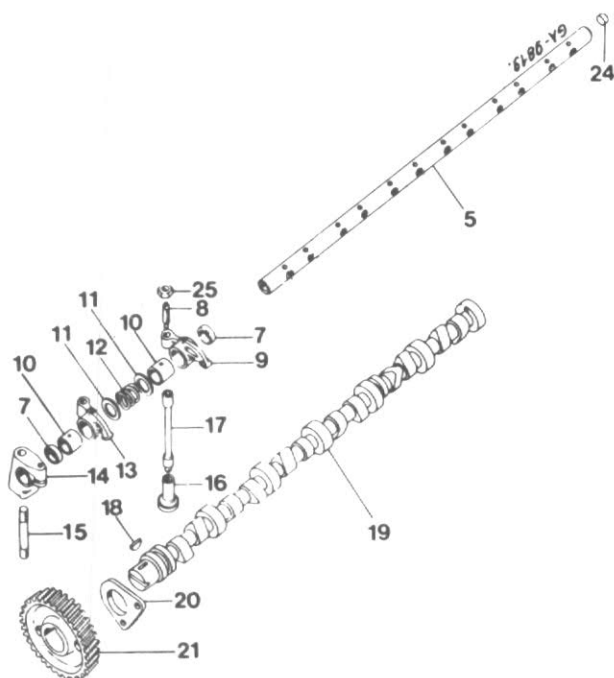
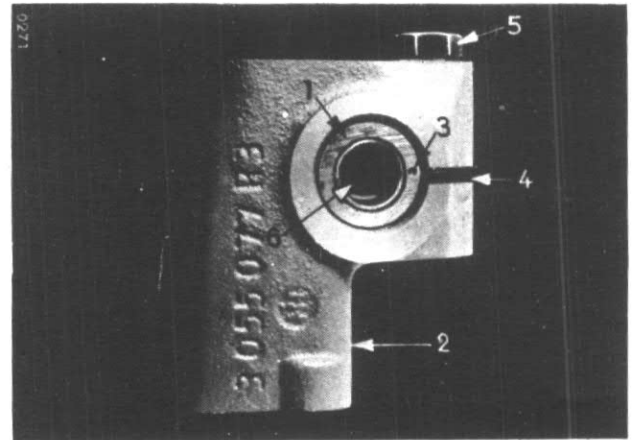

Figure 5
Figure 8
Les culbuteurs sont graissés par l'arbre creux qui dispose de trous d'huile prévus pour chaque culbuteur (5), fig. 5.
Le passage d'huile situé sur l'arbre doit correspondre au passage d'huile du support. Le repère (3) fig. 8 doit être en ligne avec la fente du support. Des bouchons d'huile (24) fig. 5 remplaçables se montent pour obturer les deux extrémités de l'arbre.
(voir fig. 5)
Le repère (3) fig. 8 en bout de l'arbre doit être en ligne avec la fente de serrage (4) afin d'assurer la correspondance des passages d'huile des supports et de l'arbre des culbuteurs.